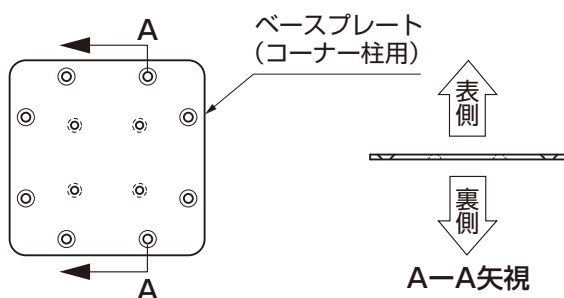

図3-1
- 外側のサラ穴が上向きになっている面を上向きにして取付けてください。（図3-1参照）